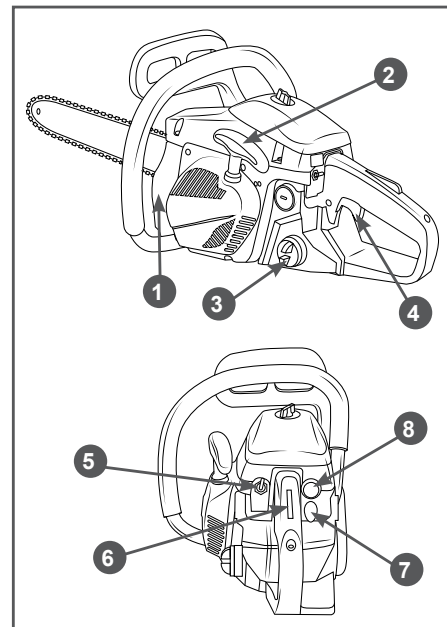

Рис. 11 Органы управления, необходимые для запуска бензопилы
5. Прокачайте топливо через карбюратор. Для этого нажимайте (примерно 5-10 раз) на ручной топливный насос 8 (Рис. 11) до появления в насосе топлива и возникновения сопротивления при нажатии.
6. Установите выключатель зажигания 5 (Рис. 11) в положение «I».
7. Закройте воздушную заслонку карбюратора. Для этого вытяните рычаг 7 (Рис. 11) управления воздушной заслонкой.
9. Выберите свободный ход шнура стартера. Для этого потяните за ручку стартера 2 (Рис. 11) до тех пор, пока не почувствуете сопротивление, затем сильно, но плавно потяните за ручку. Повторите эти действия 3-5 раз до первой вспышки топлива в двигателе. Двигатель не запускается, а сразу глохнет. Плавно, не бросая, верните ручку стартера на место.
10. После первой вспышки откройте воздушную заслонку, для этого нажмите на рычаг 7 (Рис. 11) управления воздушной заслонкой и верните его в исходное положение.
11. Не забывая выбирать свободный ход шнура стартера, сильно, но плавно потяните за ручку стартера 1-2 раза. Двигатель должен запуститься. Плавно, не бросая, верните ручку стартера на место. Правой рукой возьмите бензопилу за заднюю рукоятку, так, чтобы рычаг блокировки рычага газа 6 (Рис. 11) был зажат.
13. Правой рукой быстро нажмите рычаг газа 4 и отпустите (Рис. 11), при этом двигатель перейдет в режим холостого хода.